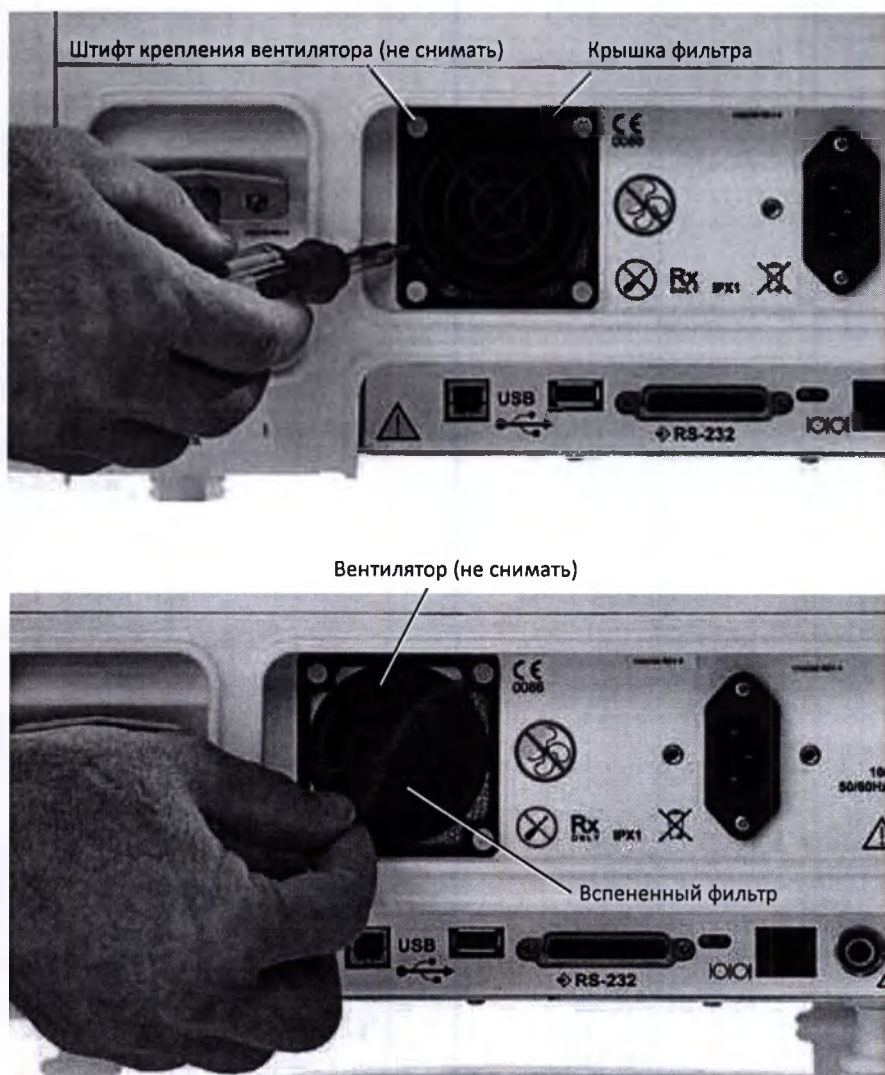

Рисунок 10-11: Замена фильтра охлаждающего вентилятора
Почистите или замените фильтр охлаждающего вентилятора, как описано ниже, руководствуясь рис. 10-11:
- 1 Вставьте плоское лезвие маленькой отвертки между вспененным фильтром и крышкой для фиксации фильтра (рис. 10-11).